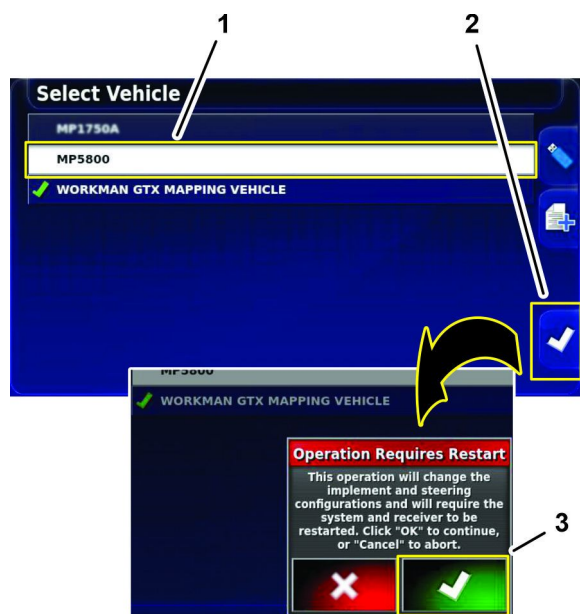

Figura 203
2. Premete l'icona per il veicolo di irrorazione, quindi premete l'icona Seleziona (Figura 203).
3. Nella finestra di dialogo L'operazione richiede il riavvio, premete l'icona Conferma (Figura 203).